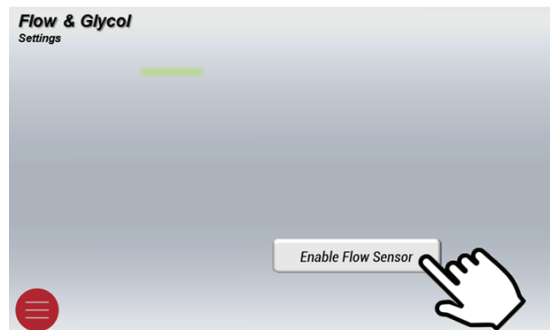

Figure 64. Activer le capteur de flux
4. Vous verrez un bouton Activer le capteur de flux, appuyez pour activer. Voir la **Figure 64**.